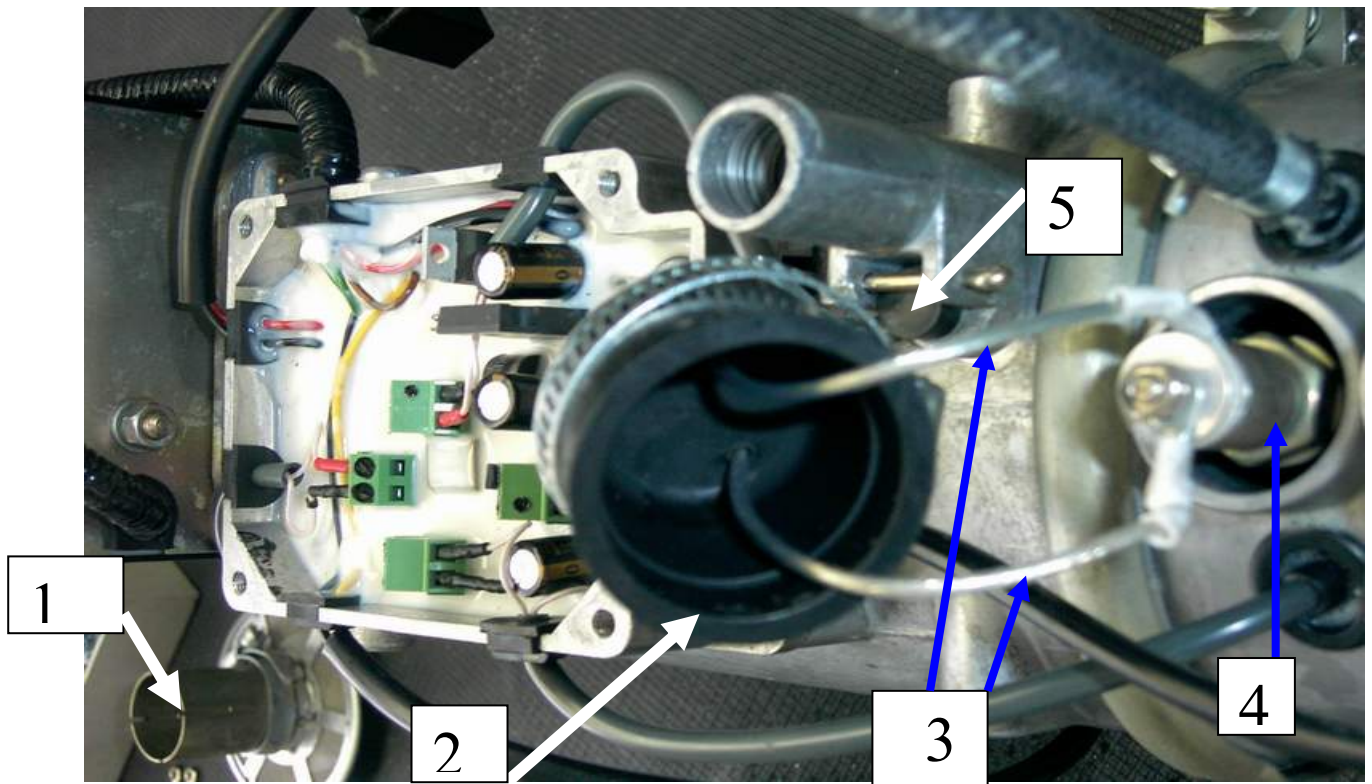

Рис. 9- Демонтаж свечи СН-06
- снять воздухозаборник поз 1, резиновую заглушку поз 2, закрывающий свечу, и отсоединить подходящие провода поз.3, идущие к свече поз. 4 (см. рис.9).